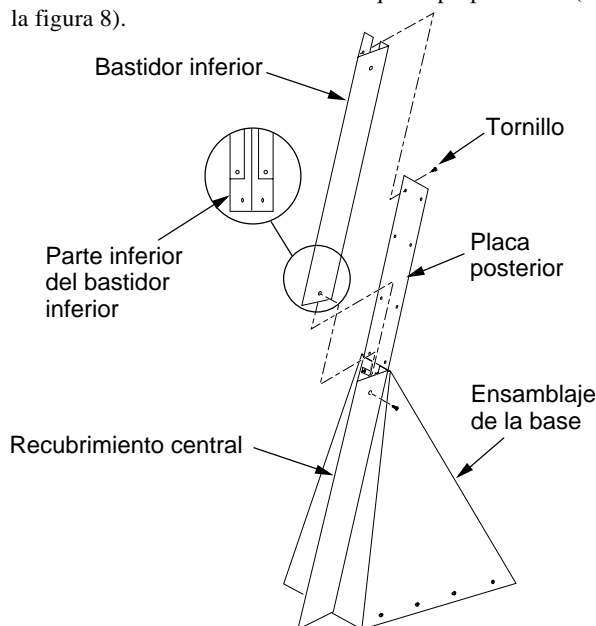

Figura 6: Unión del bastidor inferior
6. Coloque el bastidor inferior dentro del ensamblaje de la base (consulte la figura 6). La parte inferior del bastidor inferior tiene una sección recortada que se desliza en el ensamblaje de la base. Usando los 10 tornillos que se proporcionan, una el bastidor al ensamblaje de la base y a la placa posterior.